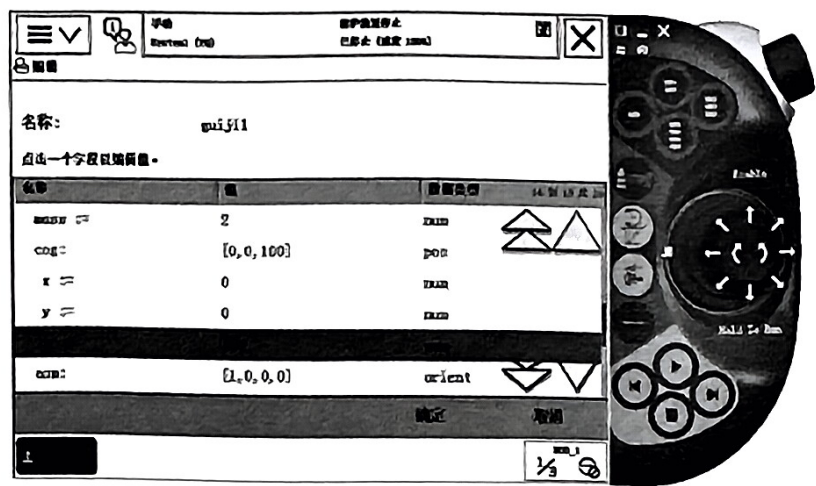

图 2-90 步骤 7)
7) 修改 mass 质量的初始值为 2kg，修改有效载荷重心在 Z 方向上为 100mm，然后单击“确定”，如图 2-90 所示，再次单击“确定”。